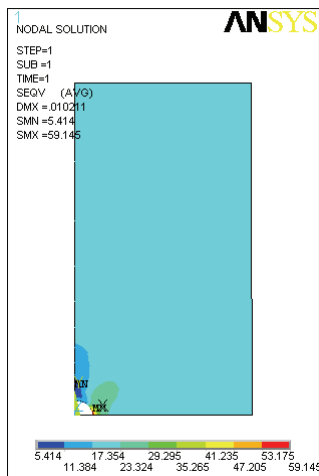

图 7-14 等效应力等值线图
3) 选择 Main Menu | General Postproc | Plot Results | Contour Plot | Nodal Solu 命令, 出现 Contour Nodal Solution Data 对话框, 选择 Nodal Solution | Stress | von Mises stress, 单击 OK 按钮, ANSYS 窗口将显示如图 7-14 所示的等效应力等值线图。